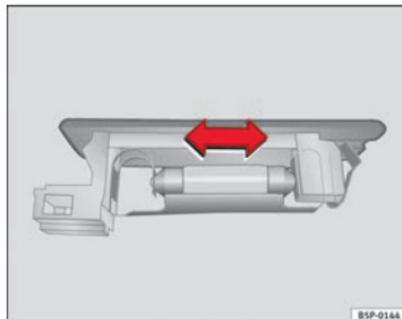

Abb. 158 Gepäckraumbeleuchtung
- Drücken Sie die Lampe zur Seite und nehmen Sie sie aus ihrer Halterung heraus ⇒ Abb. 158.